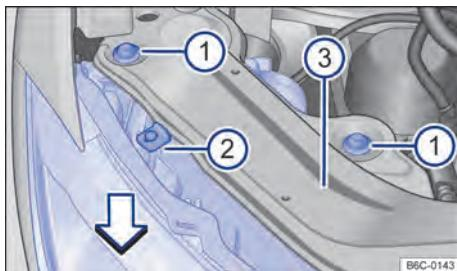

Fig. 165 No compartimento do motor: parafusos de fixação do farol dianteiro.
- Remover os parafusos de fixação → Fig. 165 (1) com o auxílio de uma chave torx.
- Mover o farol para frente, no sentido da seta → Fig. 165, até que os dois cliques da parte inferior desencaixem e possibilite a remoção do farol.
- Desencaixar o conector de alimentação, para remover totalmente o farol → (1).
- Recolocar o farol cuidadosamente até que os dois cliques inferiores encaixem e o batente superior → Fig. 165 (2) encoste no suporte do farol (3).
- Recolocar os parafusos de fixação (1) na carcaça do farol.
- Pressionar o farol contra o batente central superior (2) e apertar os parafusos (1) com uma chave torx.